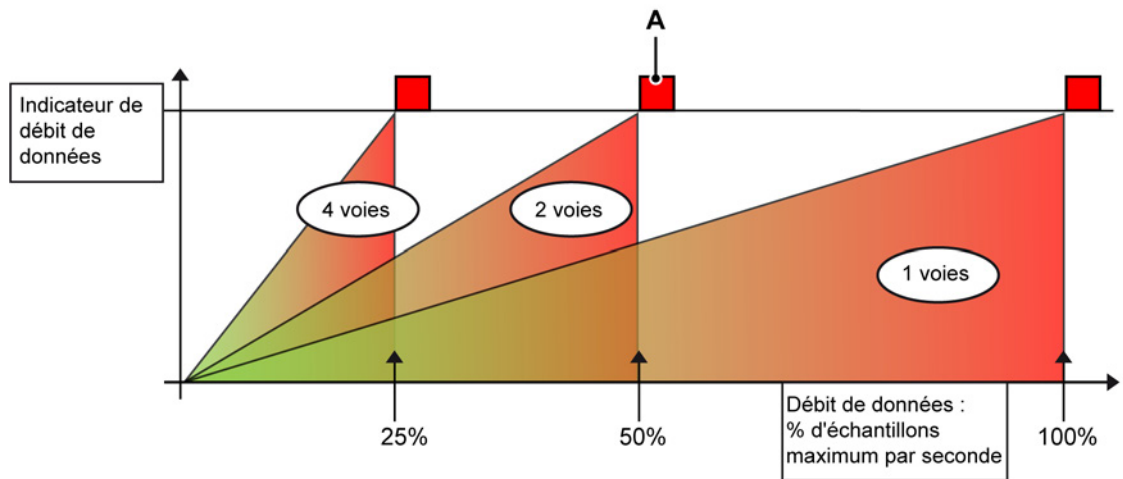

Figure 9.19 : Débit et voies multiples
- L'axe Y représente l'indicateur de débit de données continu dans Figure 9.19.
Figure 9.19 montre que si quatre voies de données sont enregistrées, le débit de données continu ira dans le rouge quatre fois plus vite à 25 % du débit de données maximum que lorsqu'une seule voie enregistre.